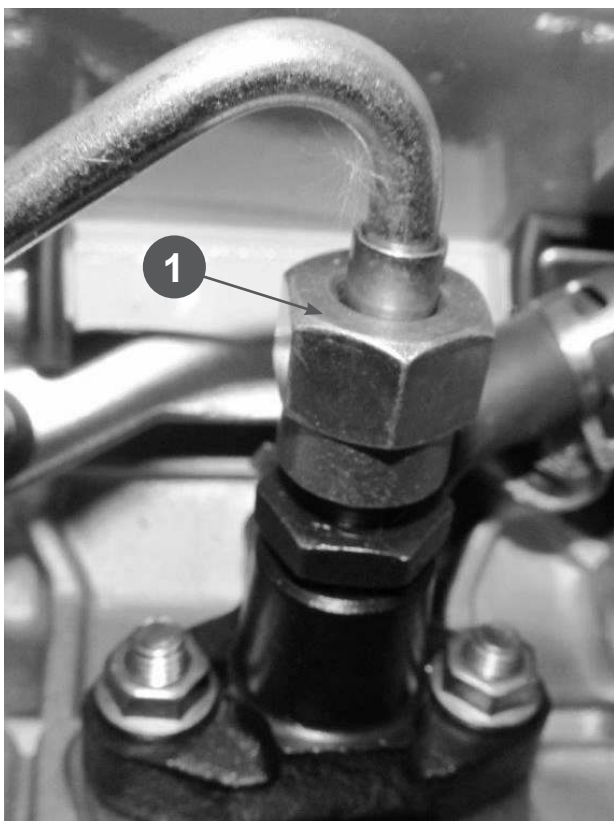

Рис.15
3. Открутите гайку (1) Рис.15 крепления топливпровода к насосу высокого давления. Удерживая декомпрессор в нажатом состоянии, ручным стартером прокручивайте коленвал двигателя до тех пор, пока из топливного насоса не потечет топливо без пузырьков воздуха. Затем закрутите гайку крепления топливпровода к насосу.